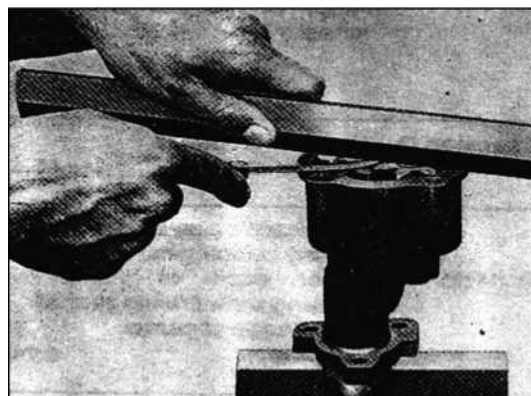

РИС. 141
- 5) Проверьте осевой зазор шестерни масляного насоса (рис. 141)